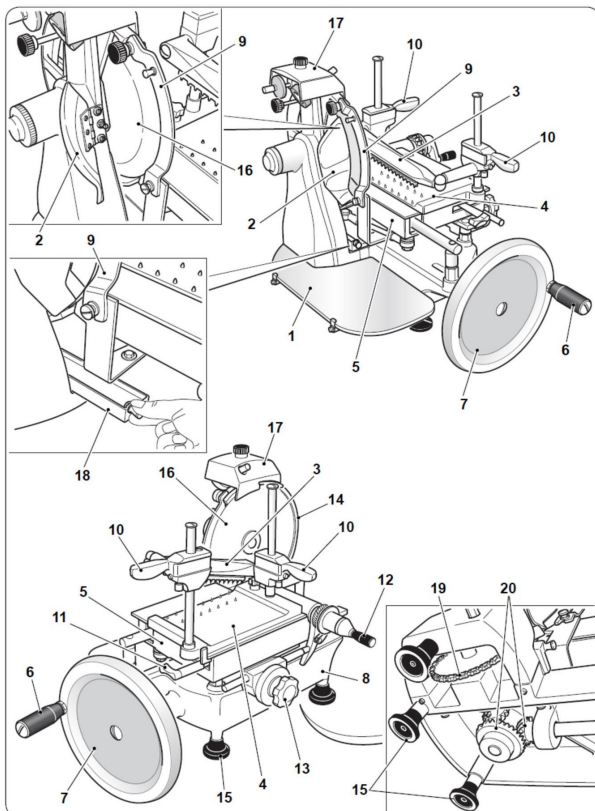

Fig. 2
- Limpie todas las piezas desmontadas y el cuerpo de la máquina sólo agua caliente (a una temperatura no inferior a 30°C) y un detergente lavavajillas biodegradable espumosa. Utilice un paño suave y esponjoso, si es necesario, un cepillo de nylon para las áreas de puntas del soporte de producto (Fig. 2, #4) y el empujador (Fig. 2, #3).
La base (Fig. 2, No.8) y las piezas pintadas se puede limpiar con un paño suave y evitando el uso de detergentes abrasivos.
ADVERTENCIA: SIEMPRE limpiar la hoja (Fig. 2, #16) con el protector de la hoja (Fig. 2, No.9) equipados.
No utilice detergentes para limpiar la hoja (Fig. 2, No.16).
- **Engrasar carril de guía de carro (Fig. 2, nº5) y el soporte del producto (Fig. 2, #4) y los puntos de lubricación.**
- **Engrasar la cadena (Fig. 2, #19) y el engranaje cónico (Fig. 2, No.20).**
Afilar la hoja (Fig. 2, No.16) de forma periódica o por lo menos una vez cada 6 meses.
- Retire la bandeja de recogida de grasa (Fig. 2, #18) y el aceite de la boquilla (figura 29).
ADVERTENCIA: SIEMPRE trabajar con el protector de la hoja (Fig. 2, No.9) equipados adecuadamente.
- Girar el volante (Fig. 2, #7) mientras pulsa el botón "X" y llevar a cabo alrededor de 20 a 30 revoluciones blade.
- Girar el volante (Fig. 2, #7) de nuevo mientras pulsa el botón de "K" y realizar 1 ó 2 vueltas de hoja.
- Levante la máquina de cortar y aplicar 3 a 4 gotas de lubricante suministrado a la cadena (Fig. 2, #19) y los engranajes (Fig. 2, #20).
ADVERTENCIA: siempre consulte Omcan lo que respecta a la retirada y eliminación de la hoja (Fig 2, #16.) Por lo que la eliminación puede realizarse con total seguridad.